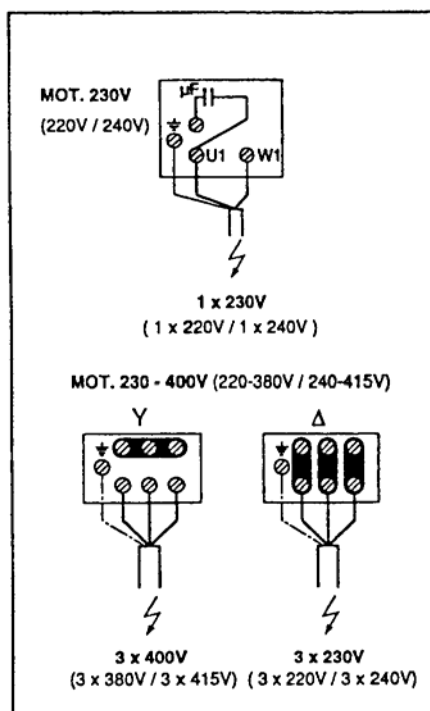

Рис. 5
- ◆ Электрическое подключение должно производиться в клеммной коробке насоса в соответствии с электросхемами для трехфазного или однофазного токов (смотри также рисунок 5).